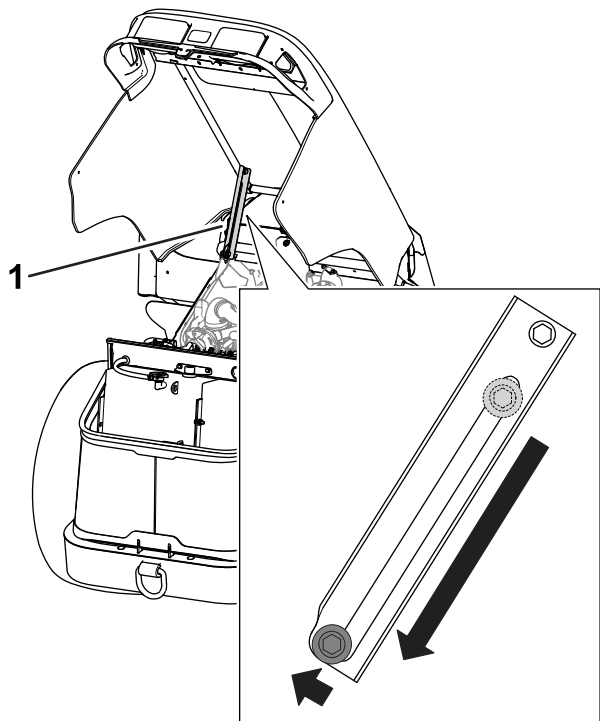

Figura 71
3. Assicuratevi che il bullone di supporto del cofano sia nel relativo fermo per fissare il cofano in posizione sollevata (Figura 71).